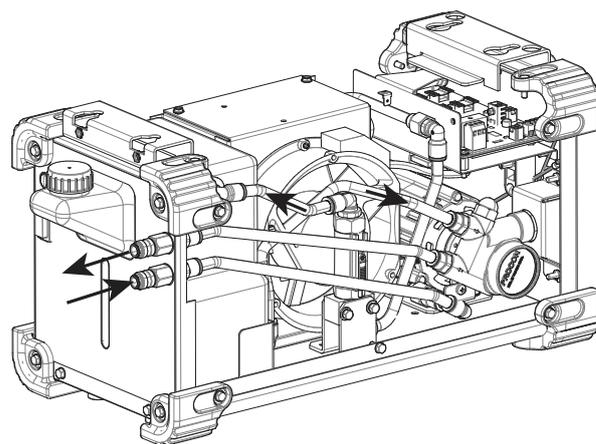

Figure 6
- Branchez les flexibles du refroidisseur liquide – Figure 6.